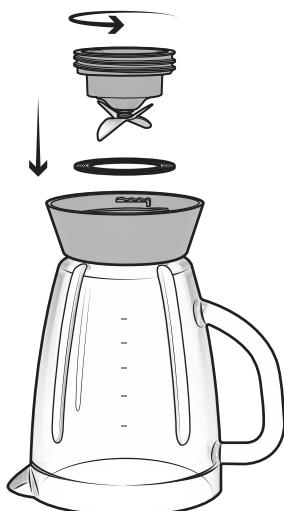

Fig. 2
5. Collegare la guarnizione 2 e il gruppo lama sulla base della caraffa ruotandola in senso anti-orario fino a che non è serrata (cfr. Fig. 2).